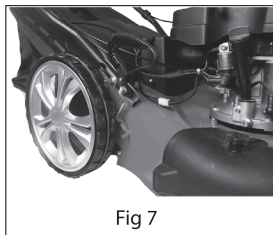

Fig 7
- Ecartez le levier de façon à le libérer du support cranté (fig.7).